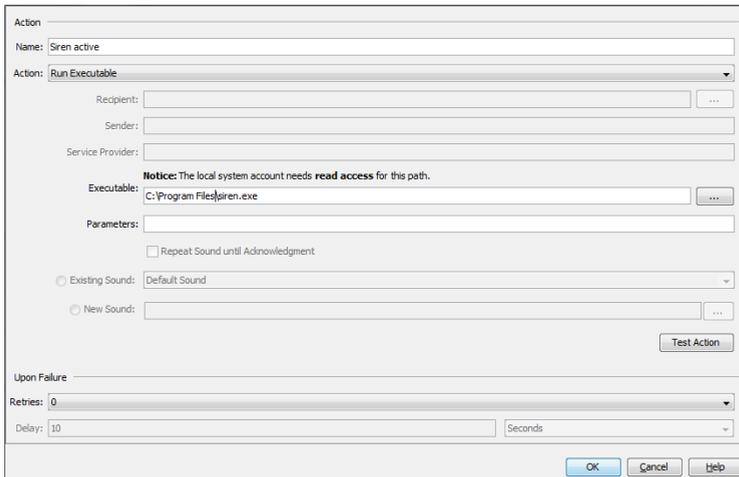

Figura 81: *Configuration > Preferences > Basics > Event Actions > Actions, ejemplo de uso de la acción "Execute program" del programa de usuario "siren.exe"*
- ▶ Ejecutar un programa (véase nota en “Instalación con Windows”). En la figura siguiente (ver la figura 81), encontrará el programa de usuario "siren.exe" como ejemplo.